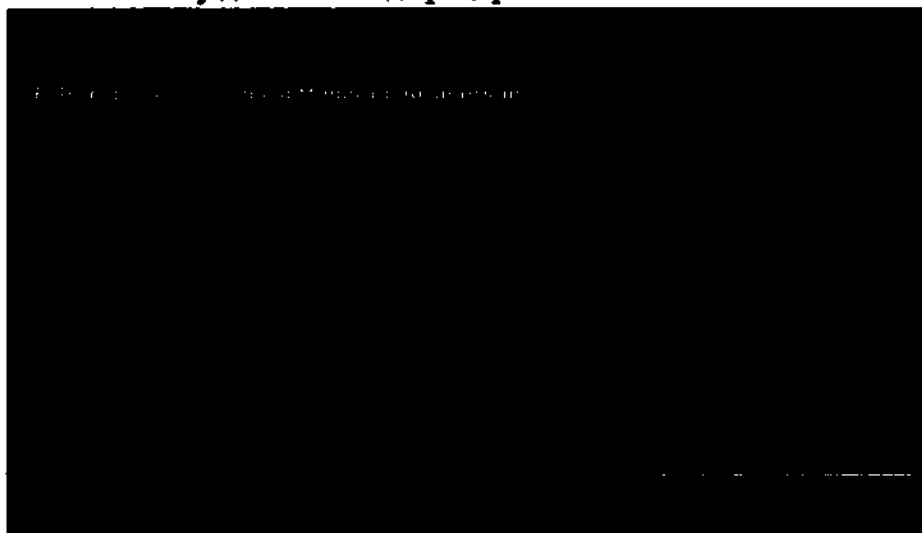

Рисунок 2.90 – Управление настройками лазера (импорт)
- выбрать вкладку Импорт (рисунок 2.90),